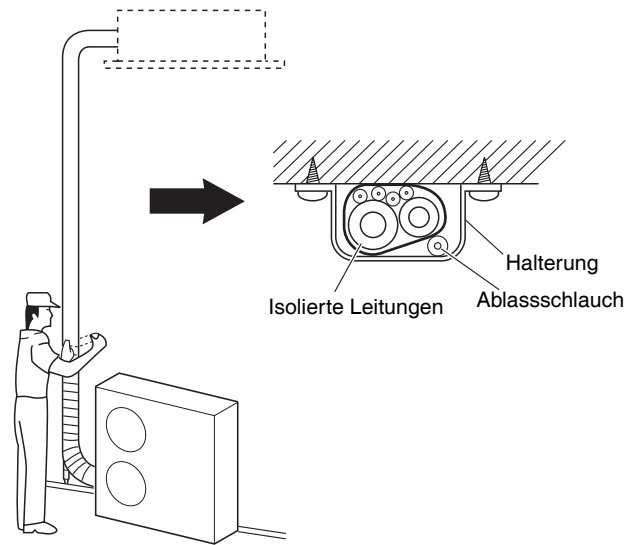

Abb. 5-10
- (1) Die Kältemittelleitungen (und die elektrischen Kabel, falls die örtlichen Vorschriften dies erlauben) können nun mit Armierungsband gebündelt werden. Um zu verhindern, dass durch Kondensationsbildung die Auffangwanne überläuft, muss der Ablassschlauch von der Kältemittelleitung getrennt verlegt werden.
- (2) Das Armierungsband von der Unterseite der Außeneinheit bis zum Ende der Leitung am Eingang zur Wand anbringen. Beim Umwickeln das Band jeweils um eine halbe Bandbreite überlappen.
- (3) Die gebündelten Leitungen an der Wand befestigen, wobei im Abstand von ungefähr einem Meter jeweils eine Halterung zu verwenden ist (Abb. 5-10).